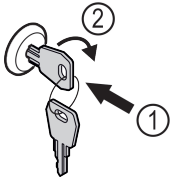

Fig. 114
- ▶ Dugja be a kulcsot Fig. 114 (1).
- ▶ Forgassa el a kulcsot 90°-kal az óramutató járásával meggyező irányba Fig. 114 (2).